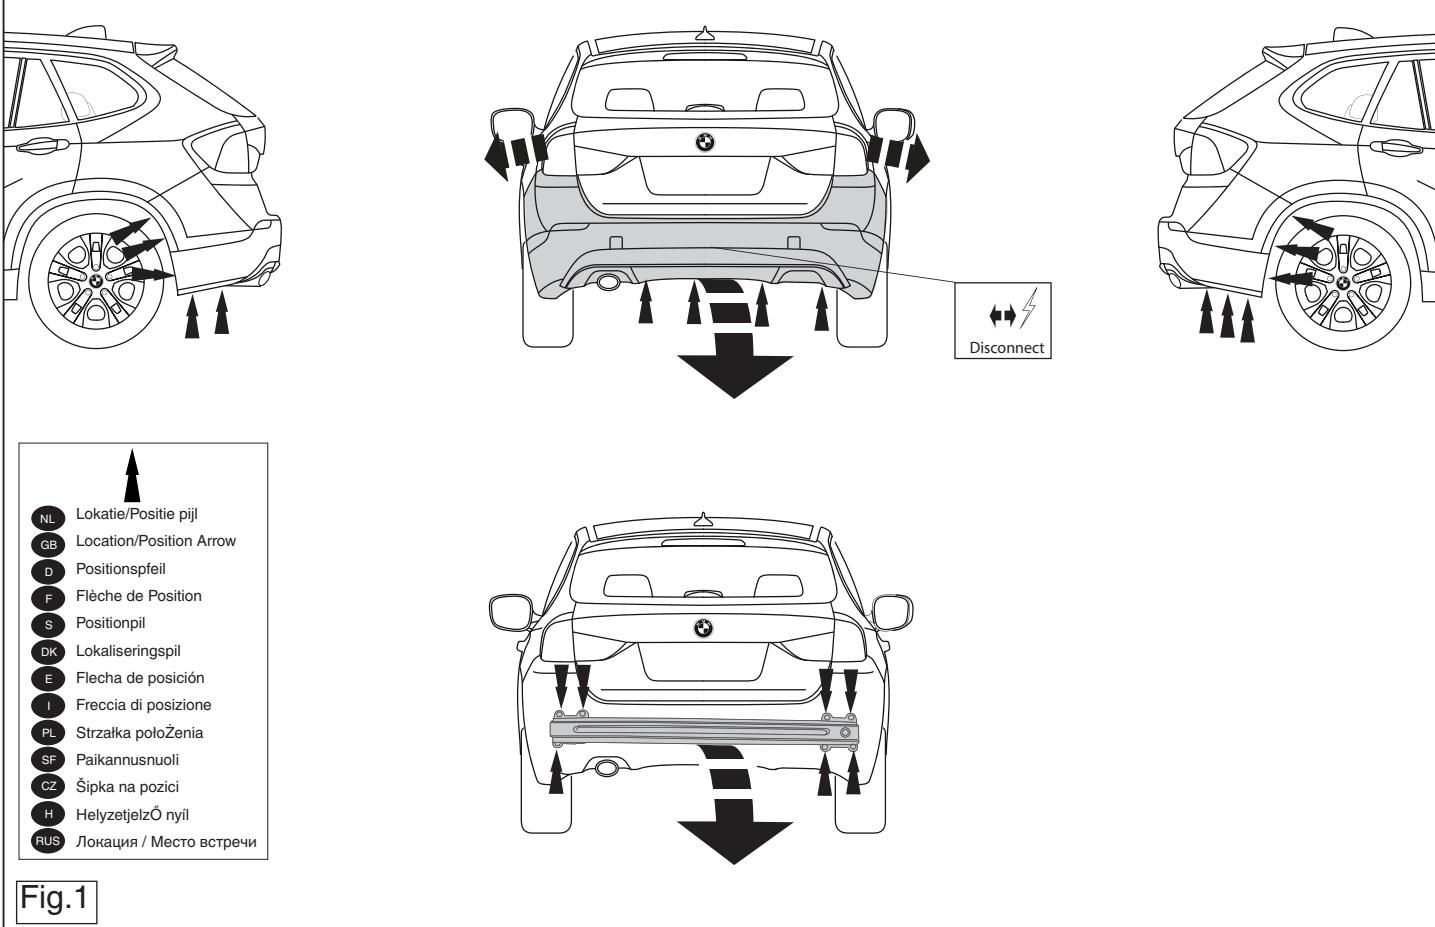

Fig.1
2. Снять бампер вместе со стальным буферным бруском автомобиля буферный брус больше не понадобится. См. рисунок 1.
10. Установить бампер. (см. рис. 1+1a).